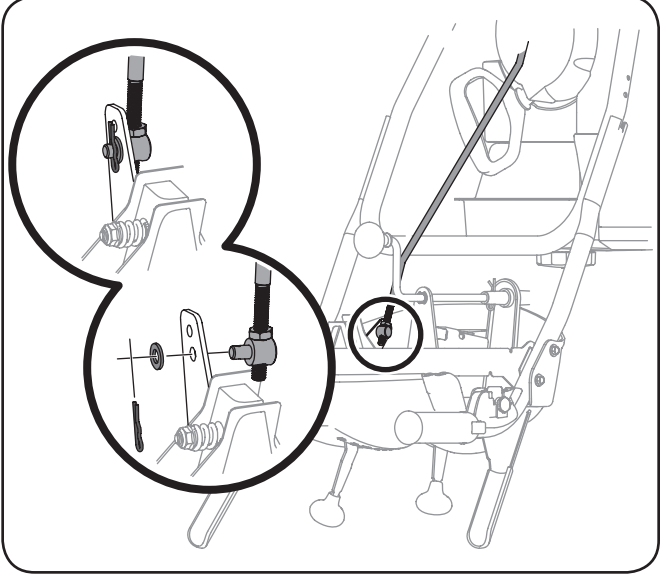

Figure 3-9
7. Retirez la goupille fendue et la rondelle de la virole sur l'extrémité de la tige de commande. Voir Figure 3-9 en médaillon.